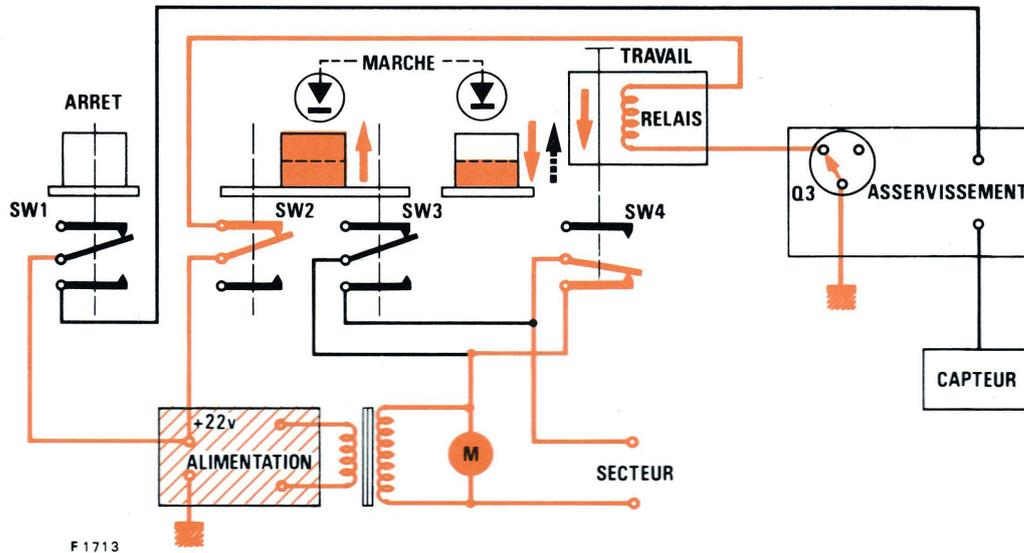

Fig. 4
B. POSE DU BRAS DE LECTURE SUR LE DISQUE (Fig. 2 - Fig. 4)
- L'interrupteur (4) SW 2 ferme le circuit d'excitation de l'électro-aimant (2).
- Le noyau plongeur (6) est attiré à l'intérieur de l'électro-aimant (2).
- Le levier (9) actionne l'interrupteur (10) SW 4.
- Le circuit d'alimentation du moteur devient celui de la Fig. 4.